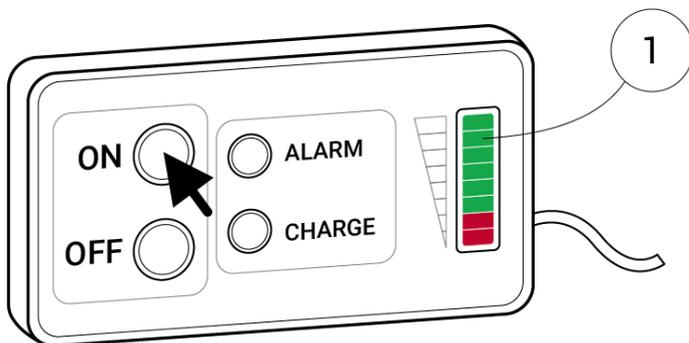

Рисунок 7. Включение Накопителя
После зарядки отключите Накопитель от ЗУ и подключите к нему разъем питания транспортного средства. Индикатор состояния (рис. 7) Накопителя разместите в удобном для водителя месте, нажмите кнопку «ON» (включено). При отсутствии ошибок Накопитель включится и отобразится уровень заряда Накопителя (1). В противном случае силовой разъем Накопителя будет обесточен.
Рисунок 7а. Кнопки включения / выключения накопителя и включения индикации